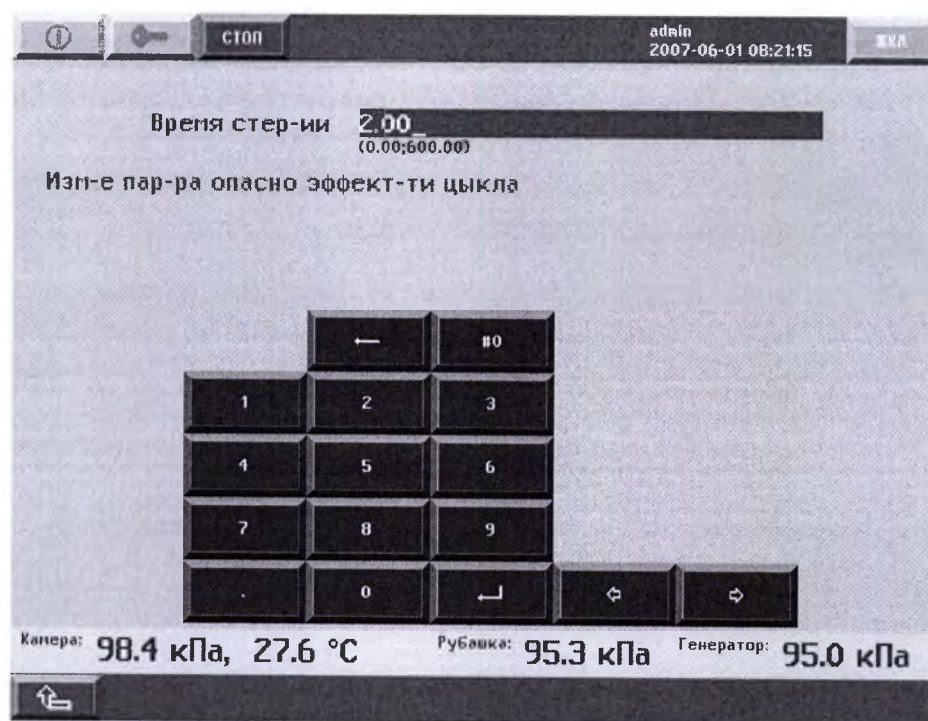

Рисунок 32 Ввод значение выбранного параметра
- Задайте нужное значение выбранного параметра рисунок 32 и подтвердите нажатием кнопки «Ввод».